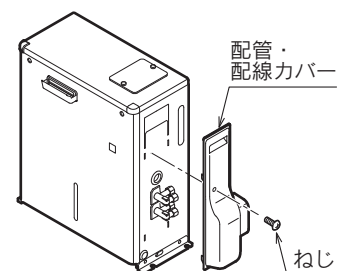

図1
2. 配管・配線カバーのねじ(1本)をはずし、配管・配線カバーをはずします。(図1)